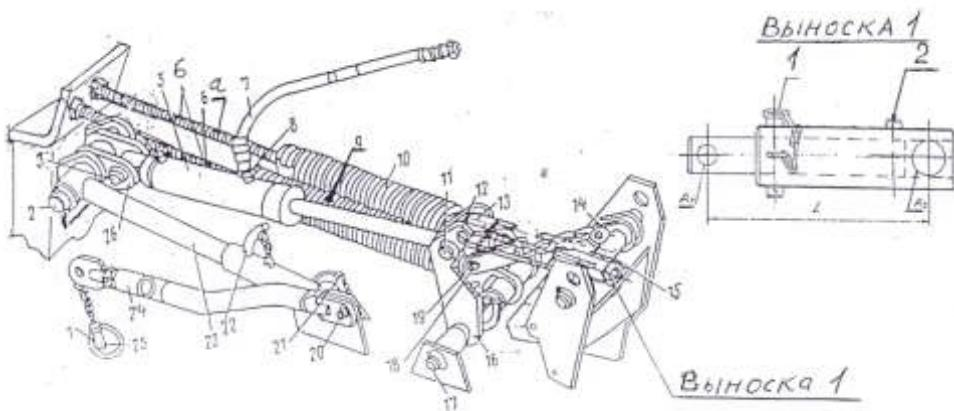

Рис. 10 Механизм уравновешивания и гидрооборудования
5.3.4.Регулирование механизма уравновешивания режущего аппарата (рис.10).
5.3.6. Регулирование транспортной тяги (рис.10).
- 6.5.** Штырь 22 (рис.10) телескопического стопорного устройства должен быть вынут из отверстия.
- 6.11.** Только для КРН-2.1 с защитным кожухом. При работе на участках с уклоном необходимо ослабить натяжение пружин 9 с помощью шпилек (рис.10), вынуть штырь из отверстия 2 (положение для работы на ровных участках (рис.10 выноска 1). После окончания работ зафиксировать штырь в отверстие 2 и подтянуть пружины 9